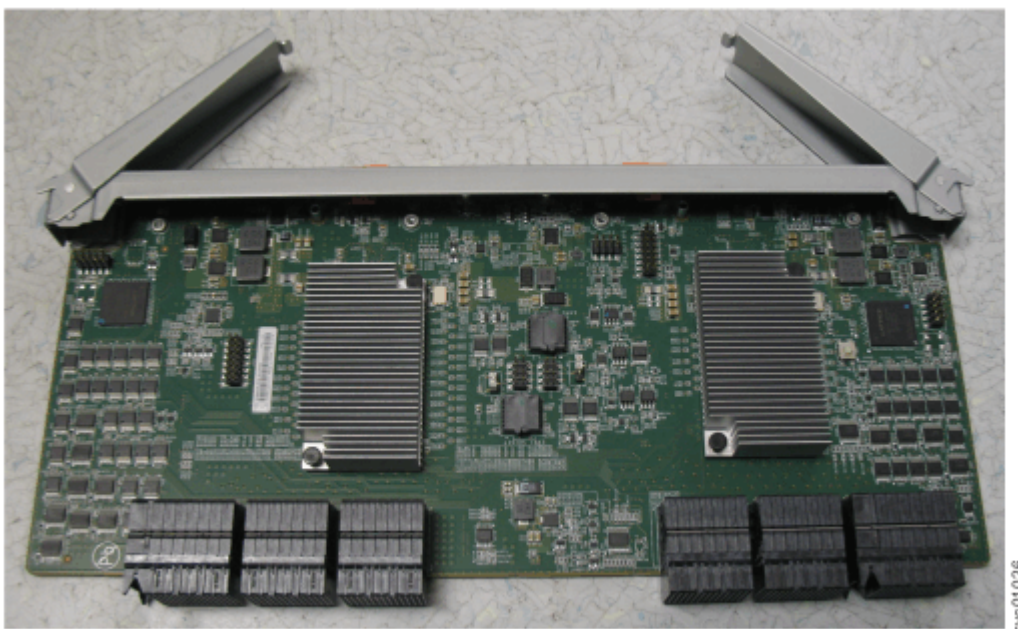

Figura 88. Abra as alças do módulo do expensor secundário
3. Gire ambas as alças no novo módulo do expansor secundário para a posição aberta, conforme mostrado em Figura 88 na página 77.